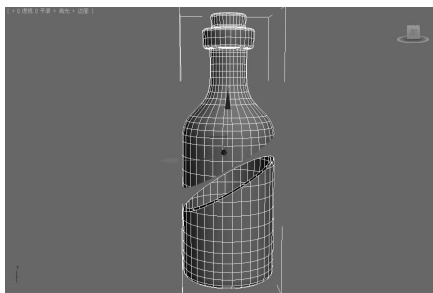

图 5-24 切片并分割的效果 ▲
- 切片:在切片平面的位置创建新的边或顶点,选中“分割”复选框后,单击该按钮,就可以直接将该物体分割为两个元素,如图 5-24 所示。